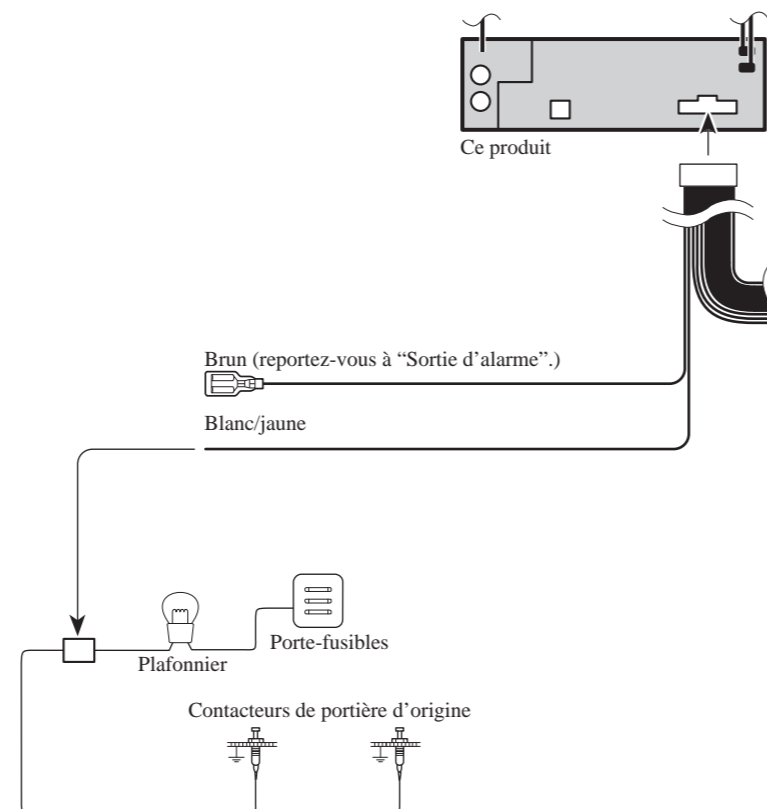

Fig. 4
■ **Blanc/jaune (Contacteur de portière, DOOR SWITCH) ..... (Fig. 4 et 5)**